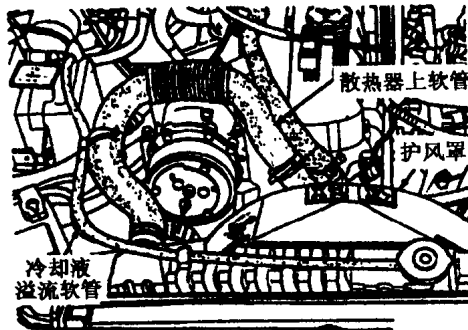

图 2-3 散热器软管的位置
①掀开发动机罩，靠在风挡玻璃框架上，拆下蓄电池导线、发电机、点火线圈、分电器、启动电机的电缆线夹及电缆。
②拆下蓄电池负极导线，举升汽车，支住发动机，旋下发动机支承软垫安装螺母，取下固定螺栓和支撑软垫，拆下发动机前支撑。
③支住变速箱，旋下后软垫到横梁的螺母和螺栓，旋下横梁的固定螺母和螺栓，取下横梁，旋下后软垫与变速器后支架的连接螺母，取下后软垫，拆下发动机后支撑。
④旋下减震器上、下方的螺母，拆除外保持器和衬套，旋下上减震器支架的固定螺母和螺栓，取下支架、内保持器、衬套和减震器。
⑤如图 2-3 所示，拆下散热器上、下软管和冷却液回流管、冷却液溢流管。拆下风扇罩。拆下散热器和冷凝器。拆下风扇总成。拆下加热管软管。